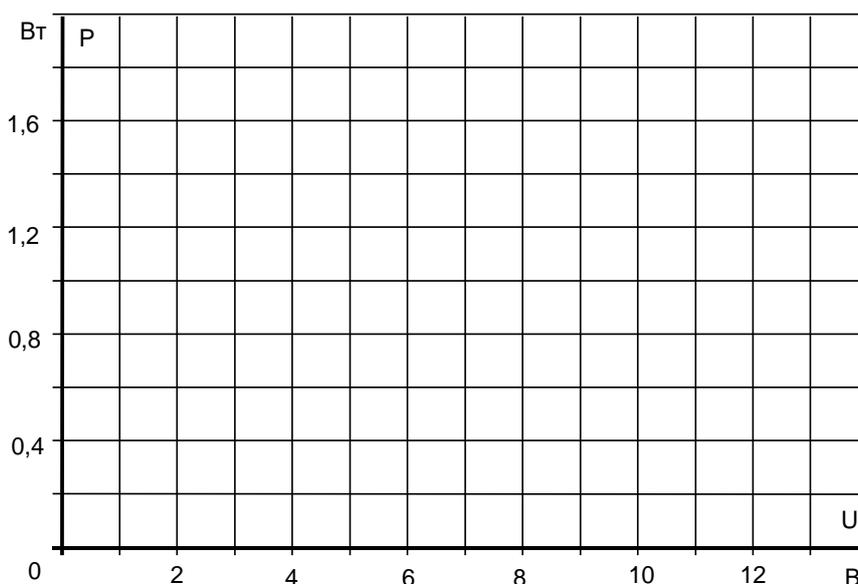

Рисунок 5.2 – График значения мощности
- Внесите в таблицу 5.1 измеренные величины токов вместе со значениями мощности, рассчитанными по формуле $P = U \cdot I$ или измеренными виртуальным ваттметром (в блоке дополнительных приборов). Перенесите значения мощности на график (рис. 5.2) для построения кривой $P = f(U)$.